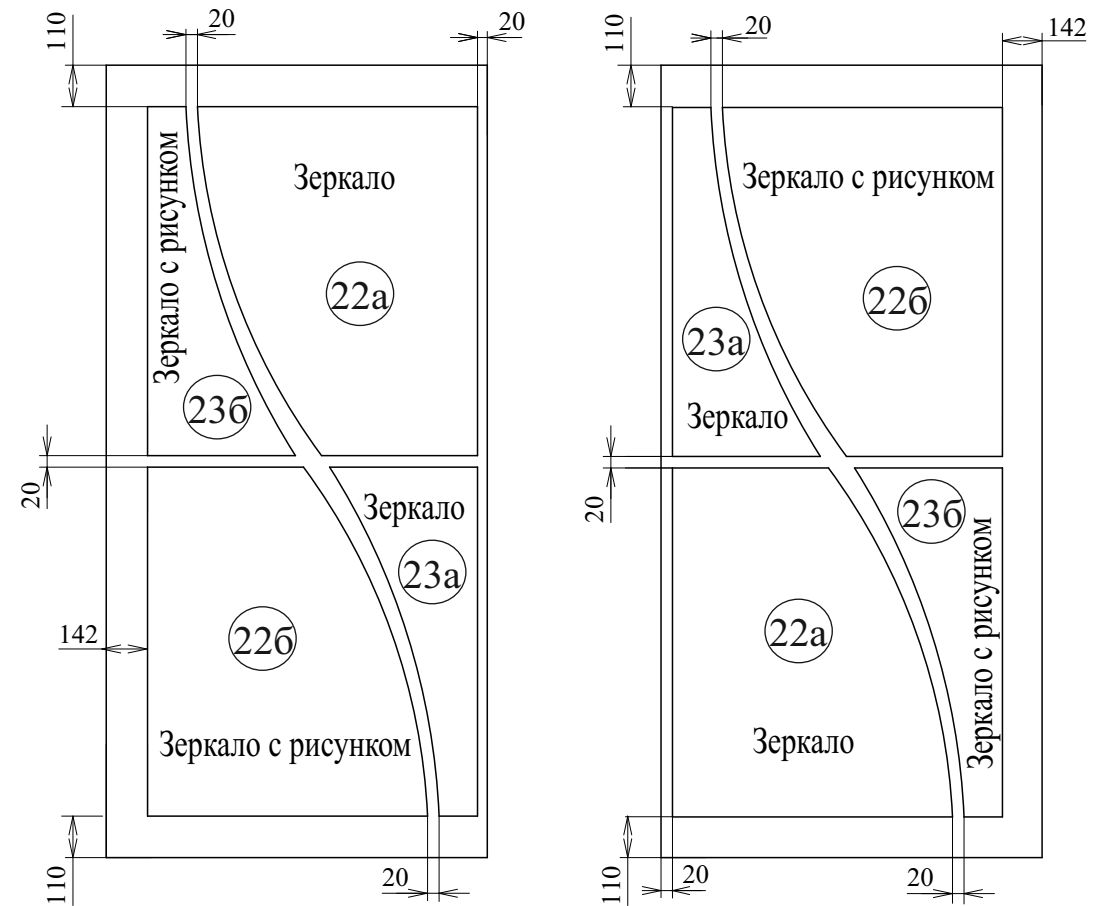

Рис.10
14. Поклейку следует начинать с зеркала 22б, приставив ближний к краю торец зеркала к поверхности двери. Спозиционировать ближний к краю угол так, чтобы зеркало закрывало отметку на поверхности двери (воспользуйтесь шаблоном 18). Затем, зафиксировав рукой торец зеркала на поверхности двери, медленно опускать зеркало до соприкосновения с поверхностью, контролируя, чтобы зеркало опускалось параллельно краю двери. **Внимание!!! Особо следить за ровностью поклейки, т.к. разделение двери и зеркала - очень трудоемкий процесс.** Далее следует приклеивать зеркала 22а,23а и 23б по той-же технологии, по отметкам, прокладывая шаблон ДВП между зеркалами согласно рис.10. Подобным же образом поклеить зеркала на вторую дверь-купе.